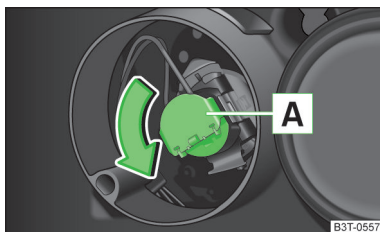

Fig. 205
- Faire tourner la douille de l'ampoule A » fig. 205 en sens antihoraire jusqu'en butée et la faire sortir.